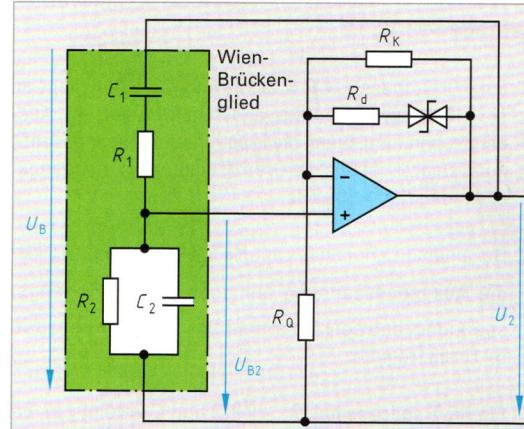

Bild 1: Wien-Oszillator mit Amplitudenbegrenzung
- Ein Wien-Oszillator nach **Bild 1** mit $C_1 = C_2 = C = 33 \text{ nF}$ soll mit der Frequenz $f_0 = 500 \text{ Hz}$ schwingen. Berechnen Sie die beiden Widerstände $R_1 = R_2 = R$.
- Ein Oszillator nach **Bild 1** mit $R_1 = R_2 = R = 33 \text{ k}\Omega$ soll mit $f_0 = 10 \text{ kHz}$ schwingen. Berechnen Sie die beiden Kapazitäten $C_1 = C_2 = C$ des Wien-Gliedes.
- Ein Wien-Oszillator nach **Bild 1** soll bei $V_u = 5$ mit konstanter Amplitude schwingen.
- Bei einem Oszillator nach **Bild 1** ist $R_2 = 2 \cdot R_1$. Der Oszillator soll mit $V_u = 2$ schwingen.
- Das Wien-Glied eines Oszillators nach **Bild 1** besteht aus $R_1 = 4,7 \text{ k}\Omega$, $C_1 = 10 \text{ nF}$, $R_2 = 10 \text{ k}\Omega$ und $C_2 = 4,7 \text{ nF}$. Berechnen Sie
- Das frequenzbestimmende Glied eines Oszillators nach **Bild 1** besteht aus $R_1 = 10 \text{ k}\Omega$, $C_1 = 4,7 \text{ nF}$, $R_2 = 4,7 \text{ k}\Omega$ und $C_2 = 10 \text{ nF}$. Berechnen Sie
- Bei einem Oszillator nach **Bild 1** werden die Widerstände R_1 und R_2 durch ein Zweifachpotenziometer mit je einem Vorwiderstand gebildet, sodass $R_1 = R_2 = R$ sich von $1 \text{ k}\Omega$ bis $11 \text{ k}\Omega$ einstellen lassen. Die Kapazitäten sind $C_1 = C_2 = C = 10 \text{ nF}$. Wie groß ist
- Mit einem Wien-Oszillator nach **Bild 1** soll der Frequenzbereich 30 kHz bis 300 kHz erzeugt werden. Im Brückenzweig ist ein Doppeldreh kondensator $C_1 = C_2 = C$ mit je 25 pF bis 250 pF . Berechnen Sie die beiden Widerstände $R_1 = R_2 = R$.
Bei der Amplitudenstabilisierung wird der Mitkopplungsfaktor mit zunehmender Amplitude der Schwingung verkleinert, bis $K \cdot V_u = 1$ ist. Die Ausgangsspannung hat einen wesentlich kleineren Leerrfaktor als bei der Amplitudenbegrenzung. Bei der Schaltung **Bild 1** ist der Kaltleiterwiderstand R_3 z.B. eine Glühlampe 6 V/0,05 A mit der Kennlinie **Bild 2**.
Bei einem Oszillator nach **Bild 1** ist $n = 3$. Am Kaltleiterwiderstand R_3 mit Kennlinie **Bild 2**, soll sich $U_{R3} = 2$ V einstellen. R_4 ist auf 100Ω eingestellt. Bestimmen Sie a) R_3 , b) V_{ust} .